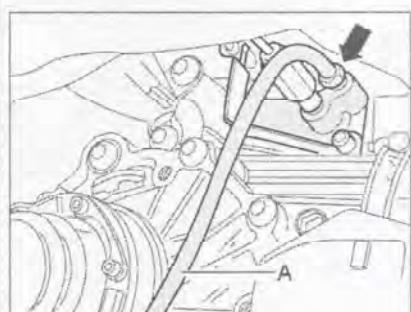

Рис. 7.17. Подсоедините шланг для удаления воздуха (А) к ниппелю прокачки рабочего цилиндра сцепления (стрелка) и ослабьте ниппель.
3. Подсоедините шланг для удаления воздуха (А) к ниппелю прокачки рабочего цилиндра сцепления (стрелка) и ослабьте ниппель прокачки (рис. 7.17). **Момент затяжки:** 4 Нм.